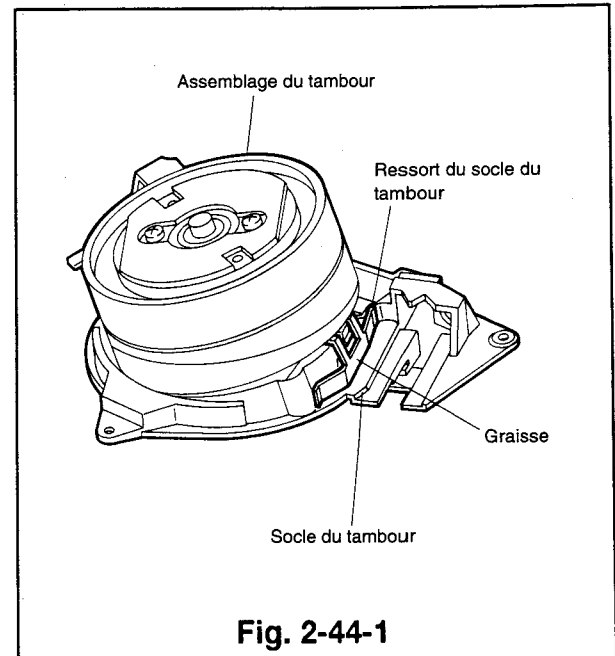

Fig. 2-44-1
- 1) Enlever le ressort du socle du tambour situé entre le socle du tambour et l'assemblage du tambour. (Voir la Fig. 2-44-1)
- 2) Appliquer de la graisse (PG-641)[859DO55030] sur le ressort du socle du tambour à l'emplacement indiqué dans la Fig. 2-44-1.